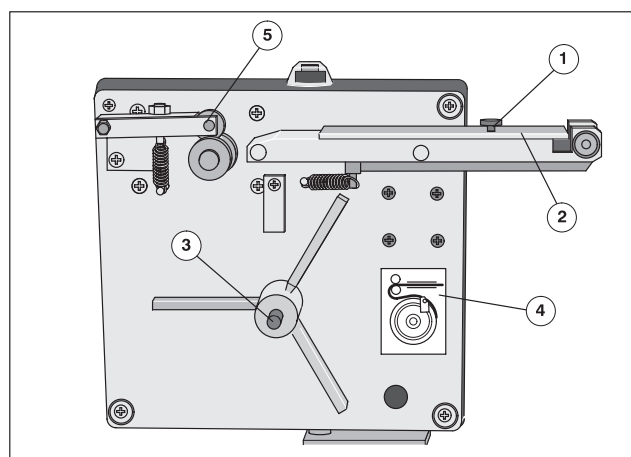

Рис. 23 Устройство вкладки разделительных полосок бумаги в открытом виде
❸ Отвинтить гайку с накаткой (Рис. 23/❶), чтобы удалить остатки бумаги и бумажную пыль из канала для бумаги (Рис. 23/❷).
❹ Снять пустую шайбу с вала (Рис. 23/❸).
❺ Надеть новую катушку на вал (Рис. 23/❸) и согласно схеме вложить в устройство вкладки разделительных полосок (Рис. 23/❹). При этом слегка приподнять рулон (Рис. 23/❺).
❻ Закрыть канал для бумаги, затянуть гайку с накаткой (Рис. 23/❶).